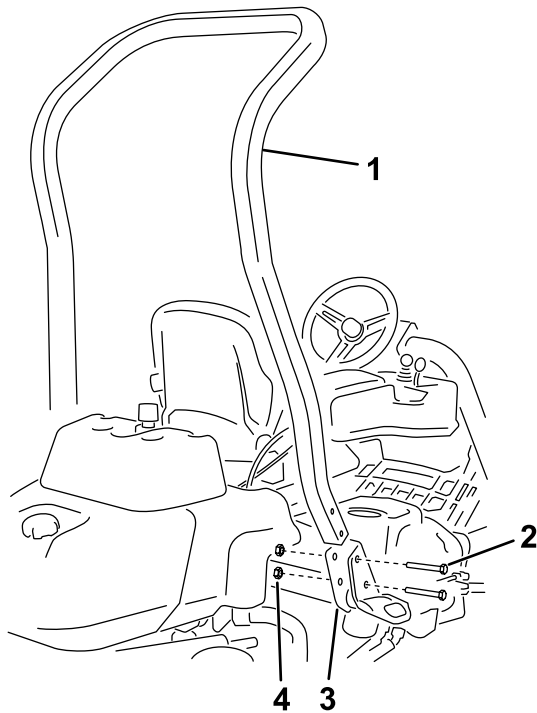

Figure 3
3. Avec 4 boulons (½ po x 3¾ po) et 4 écrous à embase (½ po), fixez l'arceau de sécurité dans les supports du système ROPS de chaque côté de la machine, comme montré à la Figure 3.